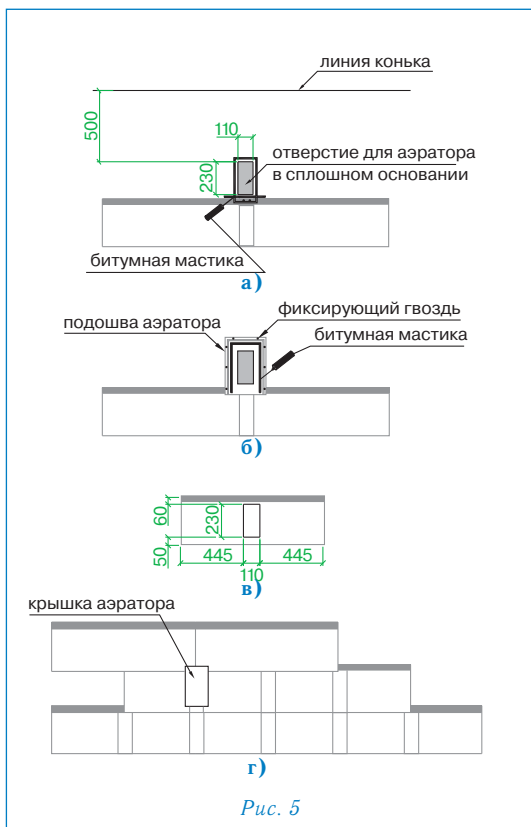

Рис. 5
### Установка аэратора (рис. 5)
- В сплошном основании кровли прорезается отверстие 110 × 230 мм, расположенное согласно рис. 5а;
- корпус аэратора устанавливается поверх отверстия и фиксируется гвоздями из нержавеющей стали; по верхней и боковым сторонам подошвы корпуса также наносится битумная мастика (рис. 5б);
- далее укладывается очередной ряд черепицы; подошва аэратора при этом закрывается листом с заранее прорезанным в нем отверстием (рис. 5в);
- на корпус аэратора устанавливается крышка, которая фиксируется нажатием (до щелчка) (рис. 5г).
## Установка снегозадержателя (рис. 5)
Крепеж снегозадержателя осуществляется саморезами через специально отведенные отверстия (рис. 5а).
Количество снегозадержателей на крыше зависит от климатических условий данной местности, от размеров и уклона кровли. На рис. 5б предлагается возможная схема установки снегозадержателей.